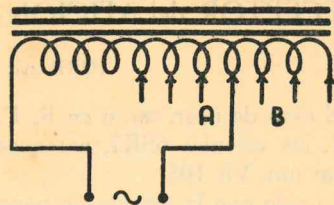

FIG. 98.
*Autotransformadores.*—Recibe el nombre de autotransformador un transformador en el cual los circuitos primario y secundario no están independientes, sino unidos entre sí uno a continuación del otro (fig. 98).